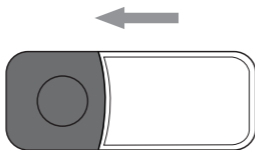

Afb. 1
- ▶ De meegeleverde pluggen ⑭ zijn alleen geschikt voor bevestiging in beton of steen. Controleer voor de montage beslist eerst of de bevestigingsplaats geschikt is voor de pluggen ⑭. Het montagemateriaal dat u gebruikt, moet altijd passend zijn voor de bevestigingsplaats. Vraag bij twijfel een vakman om advies.
- ▶ De zender kan ook met het dubbelzijdige plakband ⑫ op een geschikt oppervlak (max. 2 m hoog) worden bevestigd.
- ◆ Schuif de wandhouder **10** van de achterkant van de zender in de richting van het pictogram van een open hangslot  (zie afb. 1).